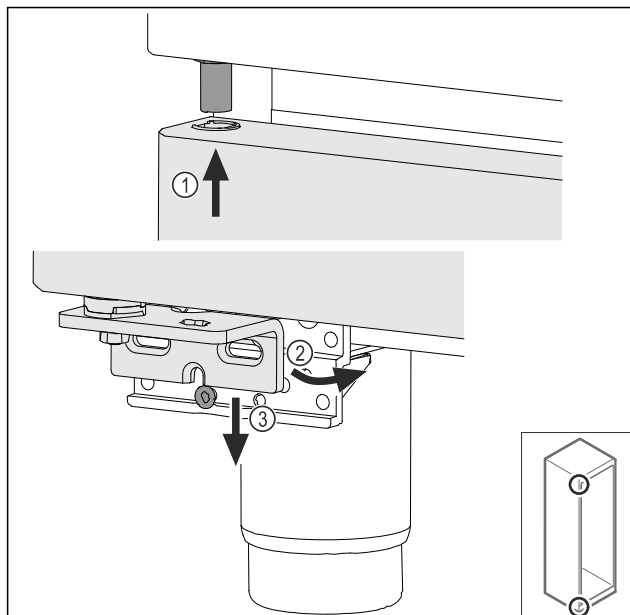

Fig. 37
- Inserire la porta leggermente inclinata in alto Fig. 37 (1),
- addrizzare la porta Fig. 37 (2) e posizionarla in basso sulla vite del blocco di supporto Fig. 37 (3).